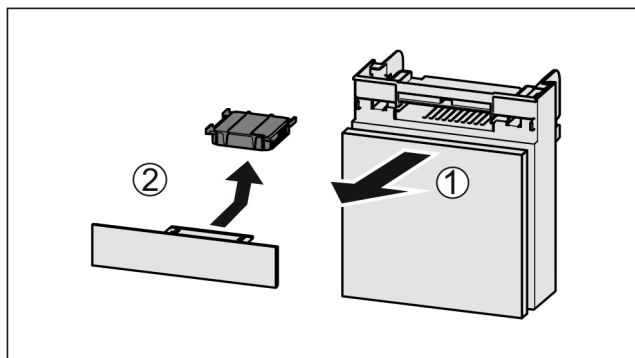

Fig. 255
- Estrarre il vano tirando in avanti Fig. 255 (1).
- Rimuovere il filtro a carboni attivi Fig. 255 (2).